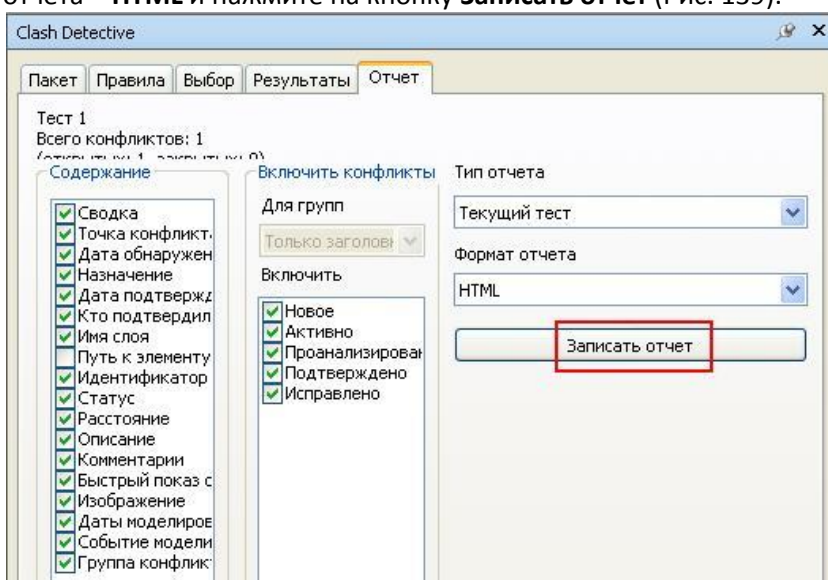

Рис. 139
- Для получения отчета по коллизиям перейдите на вкладку **Отчет**. Выберите формат отчета – **HTML** и нажмите на кнопку **Записать отчет** (Рис. 139).